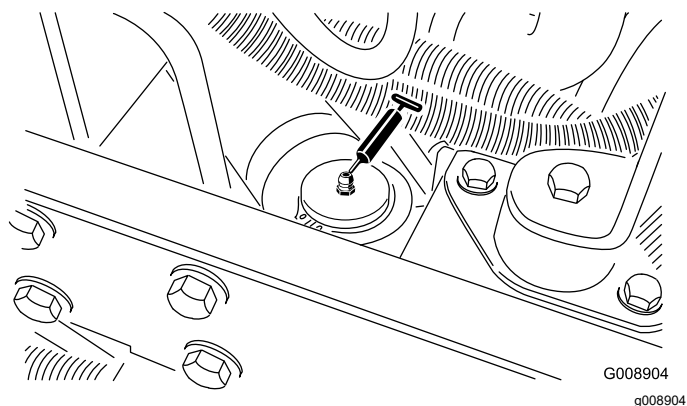

Figure 47
- Vérin de direction (Figure 47).